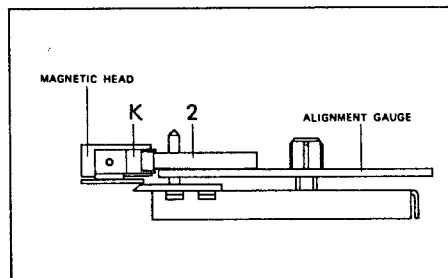

Fig. 3.8
- Die Höhe der Magnettonköpfe ist mit Schraube [J] so einzustellen, dass bei eingelegerter Lehre Schieber [2], ohne seitlich zu streifen durch die Bandführung [K] (rechts des Wiedergabekopfes) geschoben werden kann (Fig. 3.8).
- Die Kopfhöhe ist mit Schraube [J] (Fig. 3.8) so einzustellen, dass der Wiedergabekopf auf Spalthöhe rechtwinklig zu der Kopfträgerlehre steht. (Dies kann mit Schieber [2] kontrolliert werden. Wenn die angefräste Seite gegen den Wieder-
- With the gauge inserted, the azimuth of the soundheads is to be adjusted with screw [J] in such a manner that slide [2] can be pushed through the tape guide [K] (to the right of the reproduce head) without touching the sides (Fig. 3.8).
- Ajustez la hauteur des têtes magnétiques de façon à ce que le curseur [2] du gabarit puisse passer à travers le guide de bande [K] (à droite de la tête de lecture) sans frotter sur le côté (fig. 3.8).